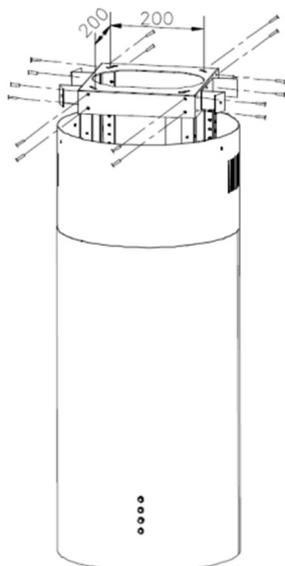

Рис.5
7. Прикрепите регулировочные планки к подвесному брусу, используя винты М4*8 (16 шт.). Подключите провод к сети электропитания, при необходимости проведите вытяжную трубу в вентиляцию (Рис.5).